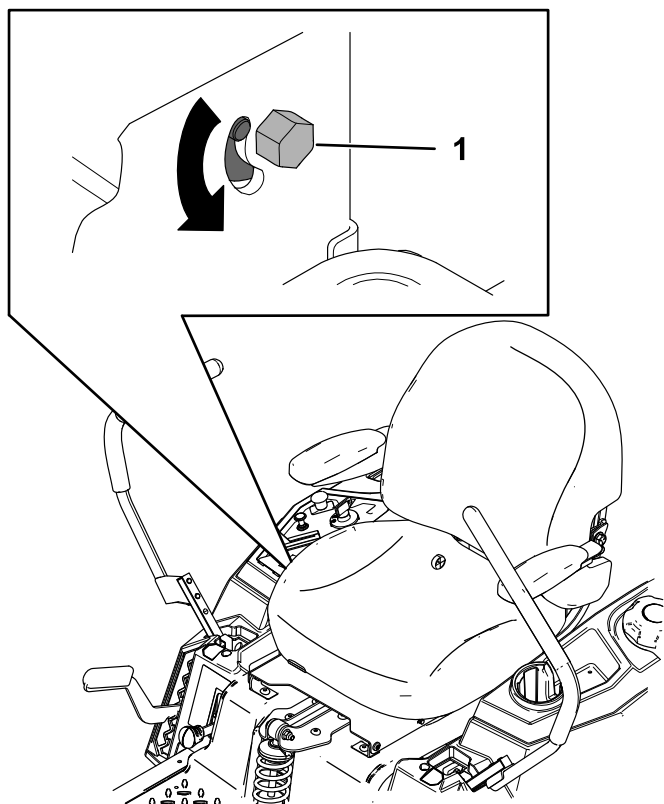

Figure 49
3. Localisez le boulon de réglage de la dérive près du levier de commande de déplacement du côté qui nécessite le réglage (Figure 49).